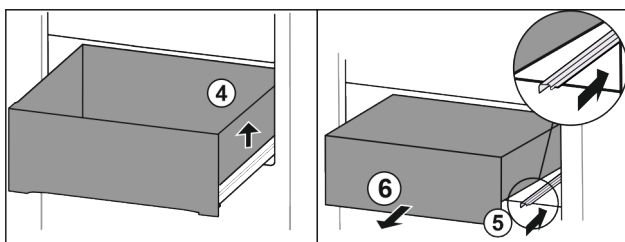

Fig. 91
- ▶ Приподнимите выдвижной ящик справа. Fig. 91 (4)
- ▶ Вставьте правую направляющую. Fig. 91 (5)
- ▶ Извлеките выдвижной ящик движением вперед. Fig. 91 (6)